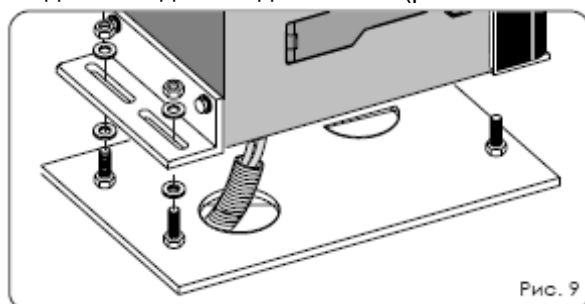
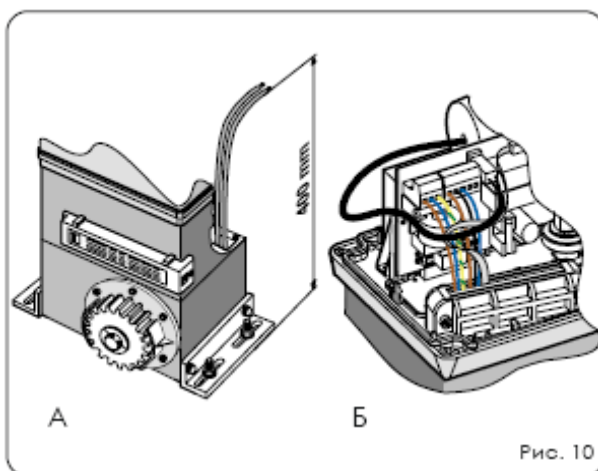

Рис. 9
Рис. 10
3. Расположите привод на основании, используя шайбы и гайки из комплекта, как показано на рис.9. Во время этой процедуры, проложите кабели через канал в нижней части корпуса двигателя (рис.10 выноска А). Проложите кабели к блоку управления через специальное отверстие, используя прорезиненный кабельный хомут. Расчехлите кабель так чтобы хомут удерживал каждый поводок в отдельности. (рис.10 выноска В).